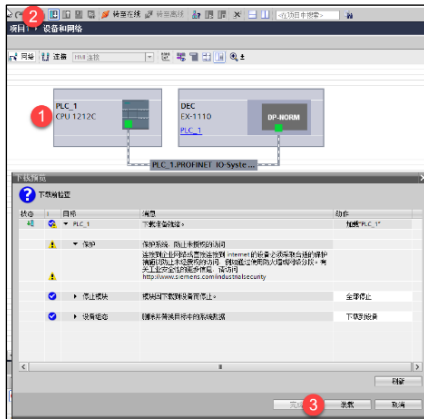
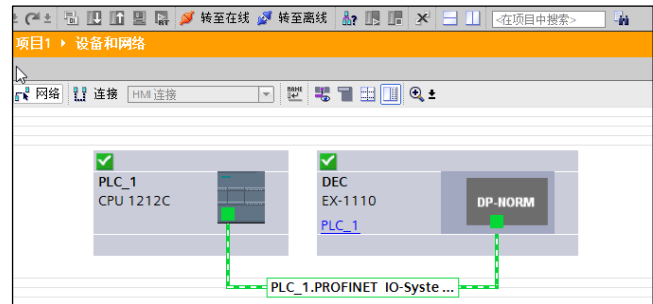

图 4-1-10 程序下载
图 4-1-11 设备监控
- 建议通过在线访问修改 IP，如图 4-1-10 所示。
网络视图中选择所有设备并下载，如图 4-1-10 所示，程序下载完成后启动 CPU 运行，并转至在线监控通讯是否正常，如图 4-1-11 所示。